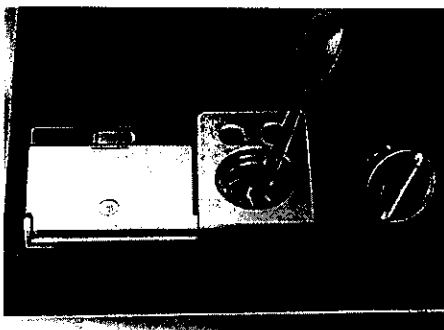

Figure 5
Consultez la figure 5 pour le remplir:
- Réglez le calibre au niveau voulu avec le manche d'une cuillère (consultez la figure 5).